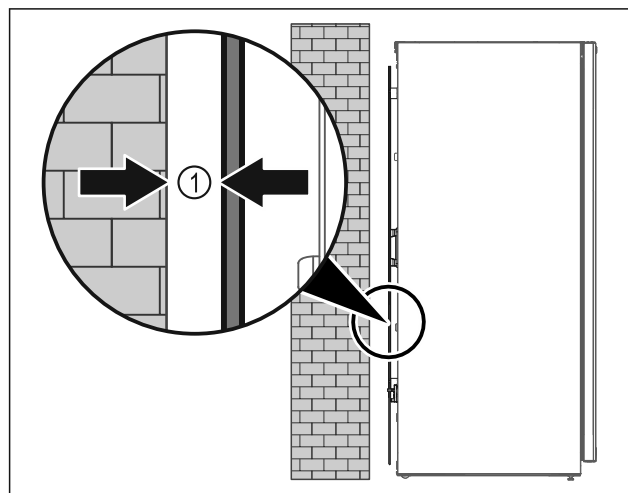

Fig. 7
- Ustavte spotřebič buď volně v místnosti nebo přímo u stěny v minimální vzdálenosti 5 mm Fig. 7 (1).